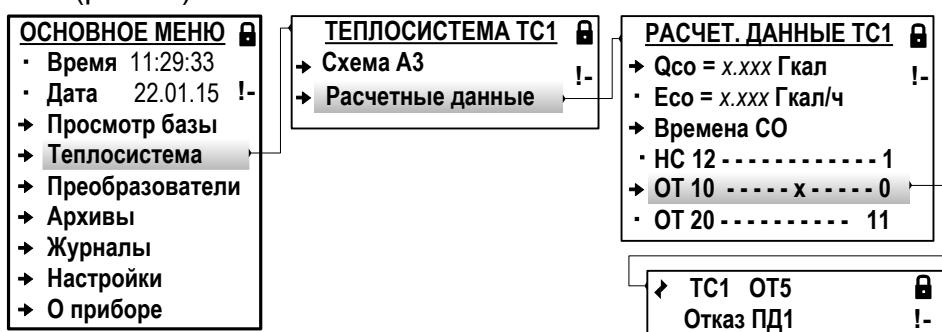

Рис.39. Вид окон индикации отказов датчиков и НС в расчетной теплосистеме (режим РАБОТА).
- 7.6.5.2. В режиме РАБОТА просмотр зафиксированных отказов (НС) возможен в меню **Теплосистема / Расчетные данные** (рис.39):